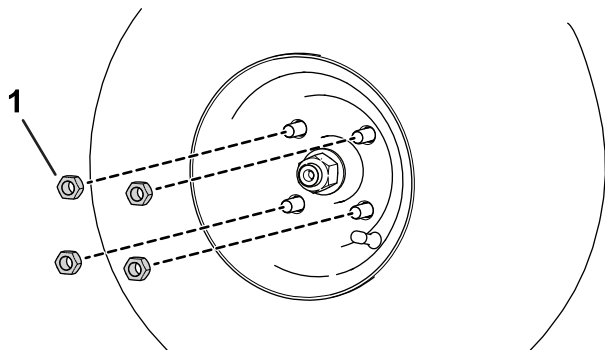

図 57
A. ホイールラグナットをゆるめて外す **図 57**。
- B. ホイールラグナットを取り付ける 図 57。